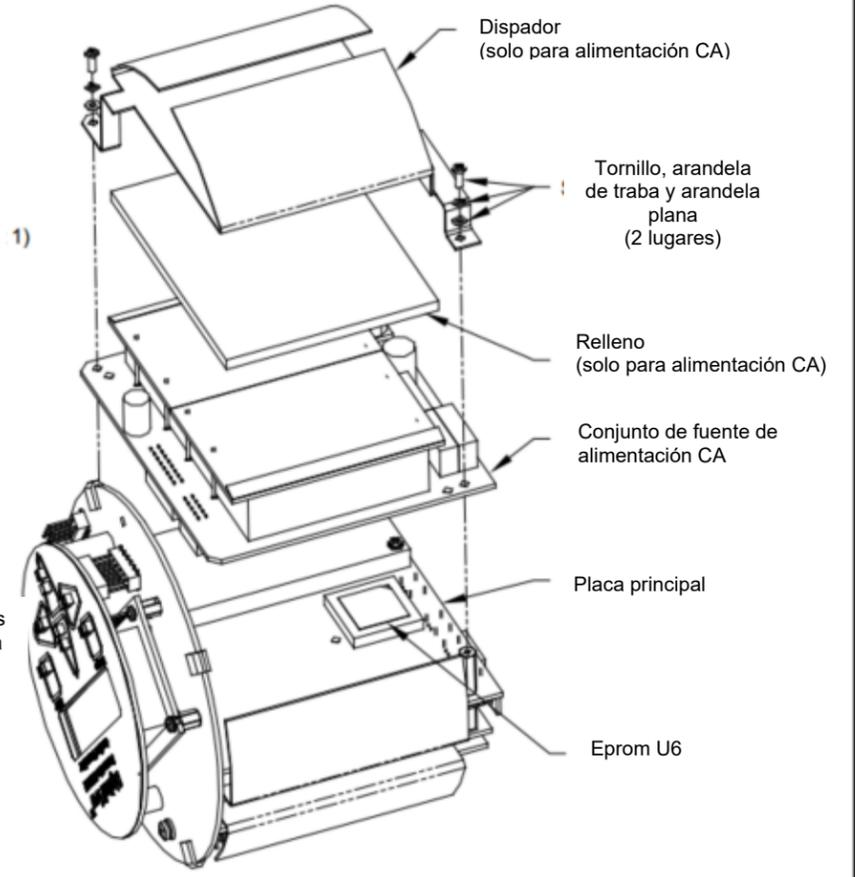

**Ilustración 7**
2. Coloque el conjunto de la placa de circuito impreso sobre una superficie plana con el tablero de terminales hacia arriba. Consulte la *Ilustración 7 de la Figura 7 en la página 30* y retire los tres tornillos de montaje de la placa de circuito impreso (con arandelas planas y arandelas de seguridad) indicados. De este modo también retirará el puente verde de conexión a tierra.
4. Consulte de nuevo *la Ilustración 7 de la Figura 7 en la página 30*. Alinee con cuidado la placa de bornes con el conjunto de placa principal/fuente de alimentación y las dos placas opcionales (ranura 1 y ranura 2, en su caso), de modo que los conectores indicados en *la Tabla 5* que aparece a continuación queden enfrentados. A continuación, presione firmemente la placa de bornes y la placa de interconexión una contra otra hasta que todos los conectores estén completamente asentados.
5. Fije el conjunto instalando los tres tornillos de montaje, las arandelas planas y las arandelas de seguridad que retiró previamente de la placa de bornes. Asegúrese de instalar un extremo del cable puente verde de conexión a tierra bajo el tornillo indicado en *la Ilustración 7 de la Figura 7 de la página 30*. El tornillo más pequeño debe utilizarse en la ubicación del soporte angular y fijarse con una tuerca, una arandela de seguridad y una arandela plana.